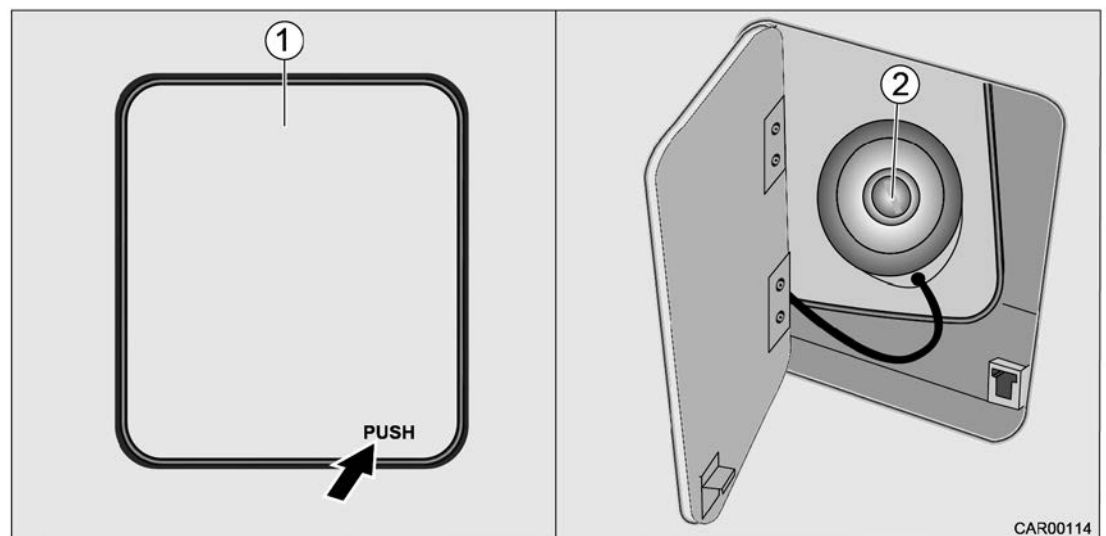

Fig. 17 Bouchon de carburant modèle I
1. Ouvrir le bouchon de carburant (Fig. 17/1). Pour cela appuyer sur le coin inférieur de droite avec l'inscription « PUSH ». Le clapet s'ouvre.
2. Ouvrir la serrure du réservoir (Fig. 17/2).
3. Fermer le clapet du bouchon de carburant (Fig. 17/1). Pour cela appuyer sur le coin inférieur de droite avec l'inscription « PUSH » et faire encliqueter le clapet.